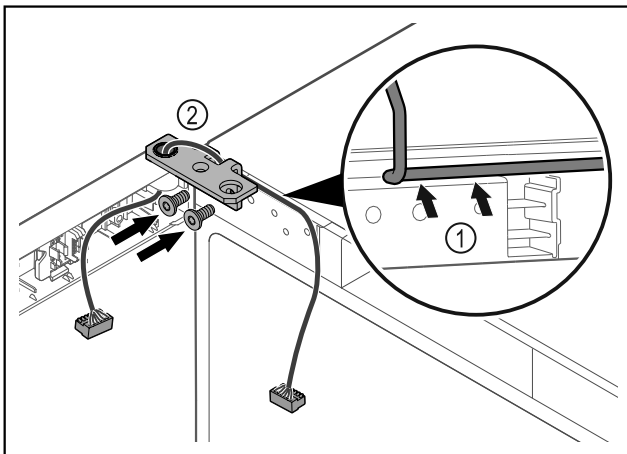

Fig. 61
- ▶ Introdurre il cavo nel foro della cerniera angolare e posarlo con cautela Fig. 61 (1).
- ▶ Avvitare la cerniera angolare Fig. 61 (2).